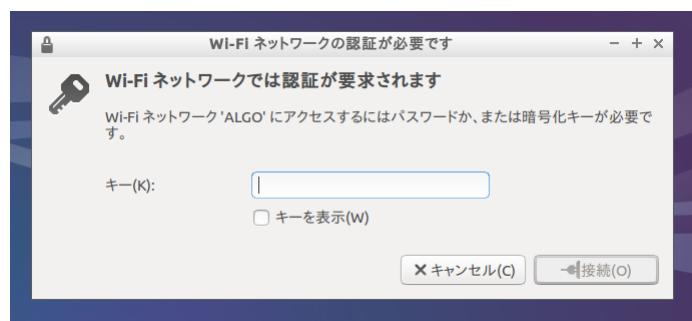

図2-4-2. キー入力画面
- ②図2-4-2のようなキー入力画面が表示されます。キーを入力し、[接続]を押してください。